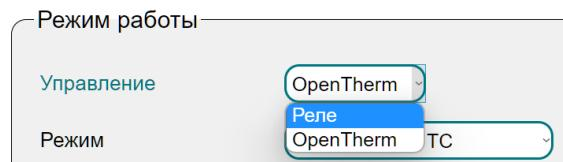

Рисунок 11
- параметр *Управление* - способ управления котлом (рис. 11):